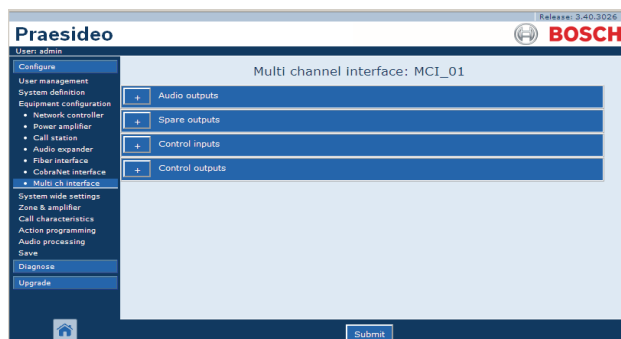

Abb. 43.41: Konfigurieren einer Mehrkanalschnittstelle, Schritt 2
- 2 Klicken Sie auf den Namen der zu konfigurierenden Mehrkanalschnittstelle. Im Hauptframe der webbasierten Benutzeroberfläche wird ein Bildschirm angezeigt, der dem in Abb. 43.41 gleicht.